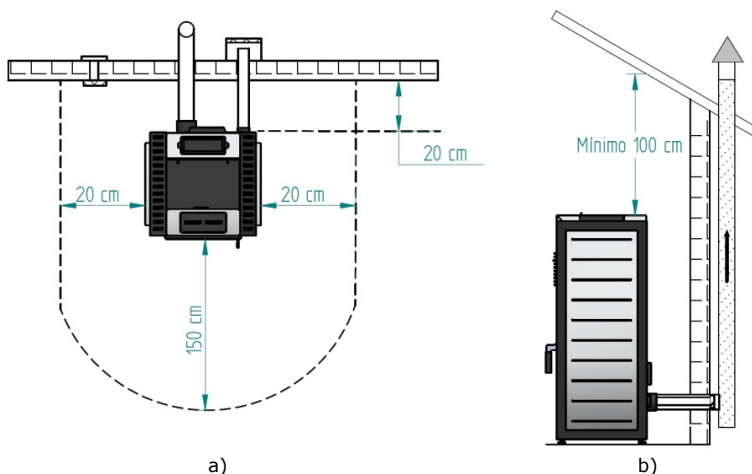

Figura 15 - Distâncias mínimas de todas as superfícies: a) vista superior da instalação do equipamento; b) vista lateral da instalação do equipamento
- Conforme indicado na Figura 15, a conduta de exaustão deve ser realizada de modo a que a limpeza e a manutenção sejam asseguradas pela inserção dos pontos de inspecção.